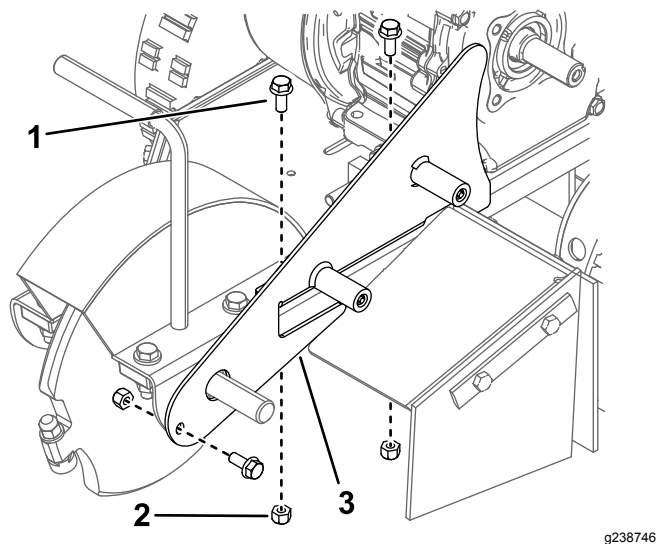

Figure 5
7. Déposez la plaque de protection (Figure 5).